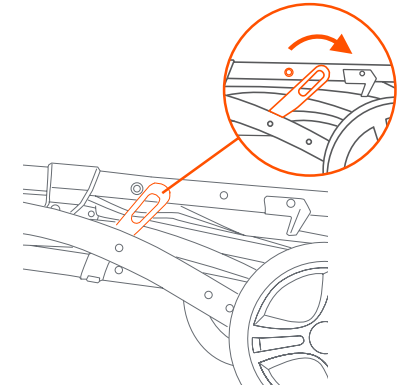
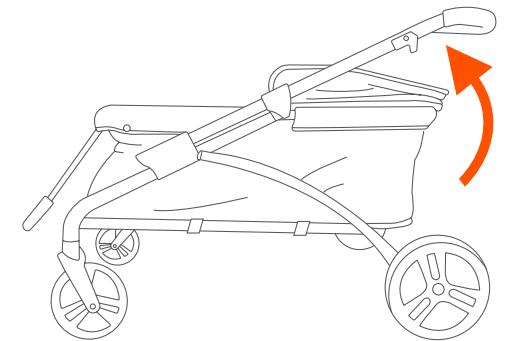

Fig. 9a
Fig. 9b
- 9) • Sulte el pestillo de plegado (Fig. 9a). Despliegue la carriola tirando de la manija de la carriola hacia arriba hasta que encaje en la posición de bloqueo (Fig. 9b).